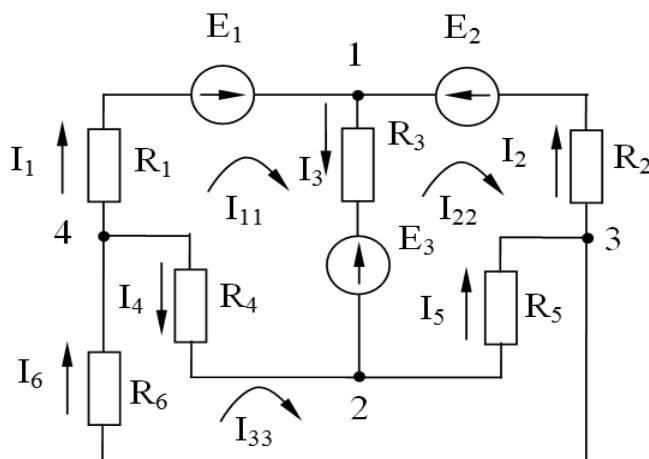

Рисунок 6 – Электрическая цепь к примеру расчета задачи 1 методом непосредственного применения законов Кирхгофа и методом контурных токов
**Задача 1.** Рассмотрим пример расчета электрической цепи (рисунок 6) методом непосредственного применения законов Кирхгофа и методом контурных токов.